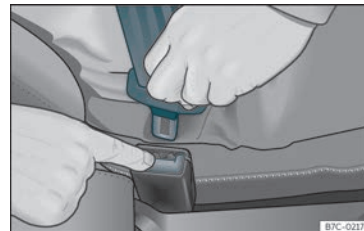

Fig. 14 Soltar a lingueta do fecho do cinto.
- Pressione o botão vermelho do fecho »» **Fig. 14.** A lingueta saltará do fecho.